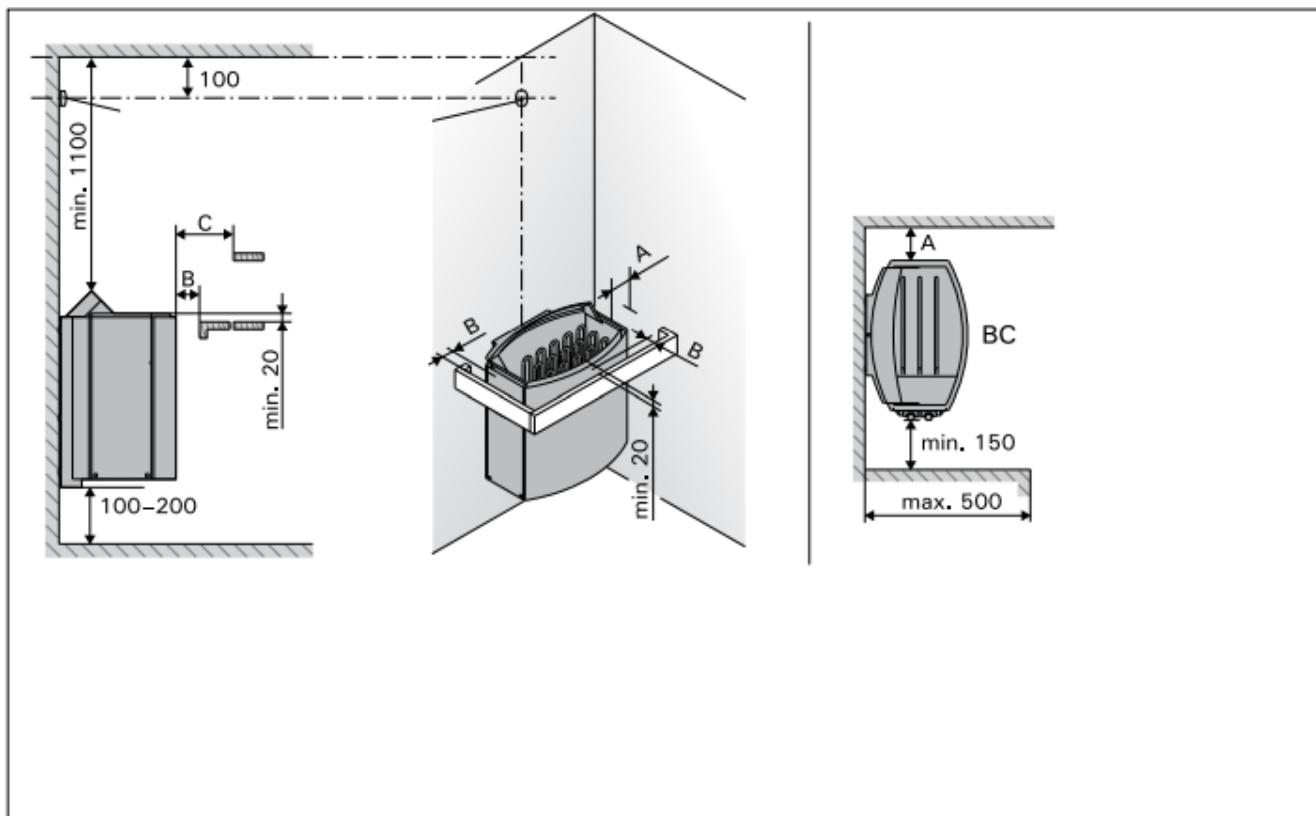

Abbildung 6: Sicherheitsmindestabstände (alle Abmessungen in Millimetern)
- Der Montageort des Ofens erfüllt die in Abbildung 6 und Tabelle 2 angegebenen Sicherheitsmindestabstände.